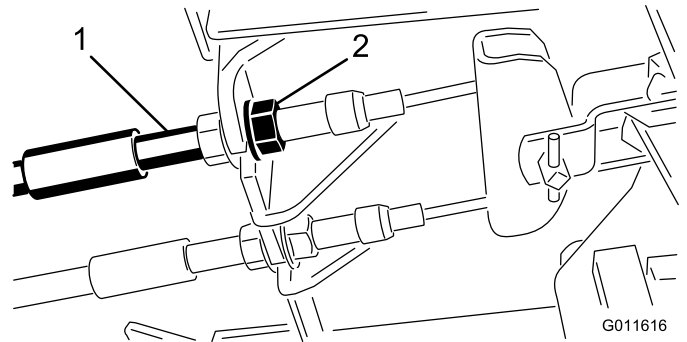

Figura 47
1. Para reduzir a folga dos pedais dos travões, aperte os travões desapertando a porca dianteira que se encontra na extremidade roscada do cabo dos travões (Figura 47).